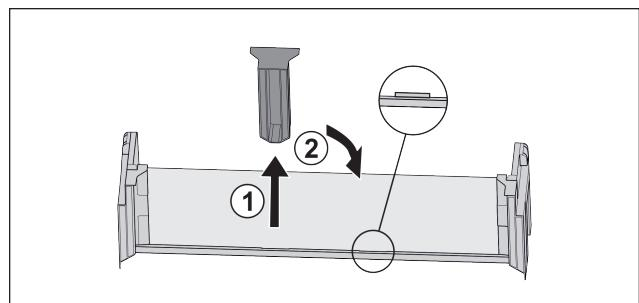

Fig. 22
- Снимите среднюю поддерживающую деталь Fig. 22 (1).
- Вставьте среднюю поддерживающую деталь во вторую позицию Fig. 22 (2).